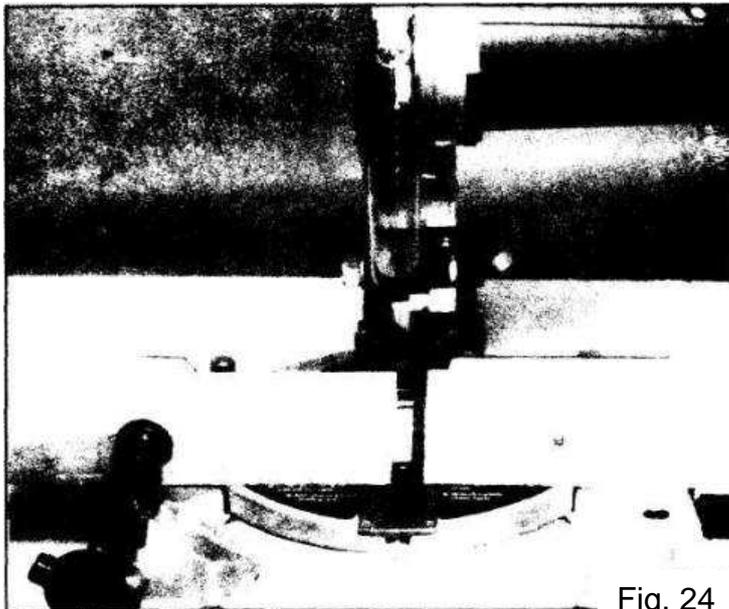

Fig. 24
- Placez la pièce à plat sur la table à onglet avec un bord bien placé contre le guide. Si le panneau est gauchi, placez le côté convexe contre le guide et serrez l'étau. Si le bord concave du panneau est placé contre le guide, le panneau peut s'affaisser sur la lame à la fin de la coupe et coincer la lame. (Fig. 24)